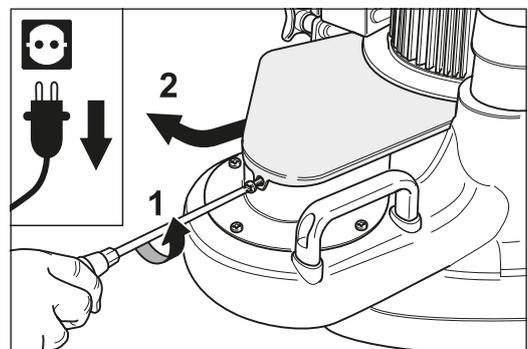

Fig. 46 Quite el tornillo de sujeción de la protección de la correa trapezoidal y después la protección de la correa trapezoidal.
- 9 Desenrosque el tornillo para sujetar la protección de la correa trapezoidal de la brida del cojinete del inserto del ventilador (Fig. 46).
- 10 Saque la protección de la correa trapezoidal de la ranura en la brida del cojinete del motor y deposítela a un lado (Fig. 46).